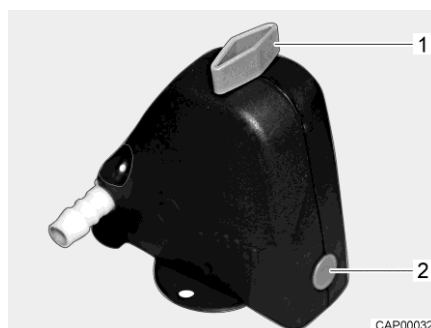
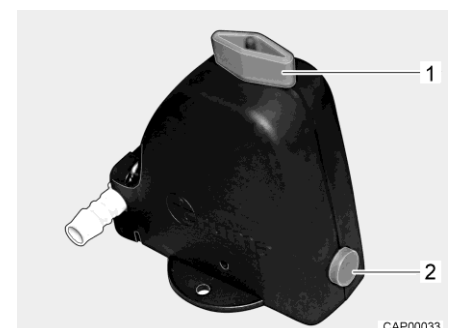

Bild 92 Säkerhets-/avtappningsventil stängd
Bild 93 Säkerhets-/avtappningsventil öppen
- Öppna säkerhets-/avtappningsventil (Bild 92). Vrid vredet (Bild 92,1) mot säkerhets-/avtappningsventilen. Tryckknappen (Bild 92,2) skjuts ut. Den öppna säkerhets-/avtappningsventilen visas i Bild 93.